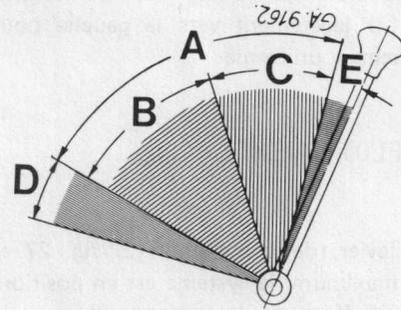

Figure 39
La position du levier de commande d'effort (2), fig. 39 correspond à une certaine résistance de l'instrument dans le sol. L'outil pénètre dans le sol jusqu'à ce que la résistance pré-sélectionnée soit obtenue.